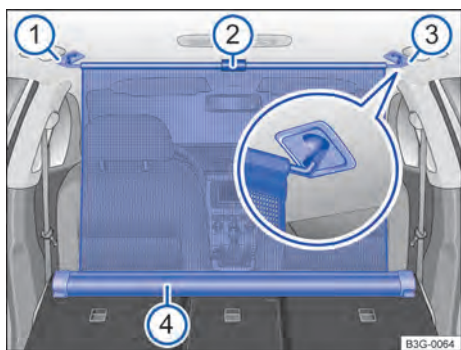

Fig. 202 No compartimento de bagagens: rede divisória encaixada com encostos do banco traseiro do-brados para frente.
- Tirar a rede divisória com a tira → Fig. 202 ② da carcaça ④, puxando-a para cima.
- Prender a rede divisória no lado direito → Fig. 202 ③ (lupa).
- Prender a rede divisória no lado esquerdo, comprimindo a barra transversal no alojamen-to → Fig. 202 ①.
A rede divisória estará fixada corretamente se as extremidades em forma de T estiverem segura-mente presas nos respectivos alojamentos → Fig. 202 ③ e ①
- Conduzir a rede divisória totalmente para bai-xo para a carcaça → Fig. 202 ④.